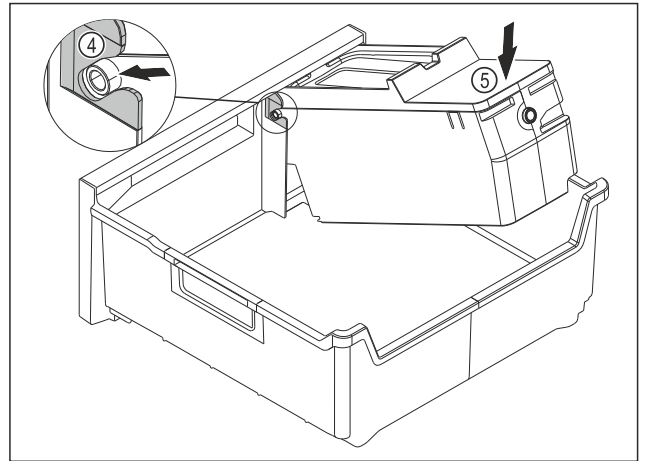

Fig. 95
- ▶ EasyTwist-Ice-Korpus montieren: Achsen des EasyTwist-Ice-Korpus in die Führungen Fig. 95 (4) einschieben.
- ▶ EasyTwist-Ice-Korpus Fig. 95 (5) hinten nach unten drücken.